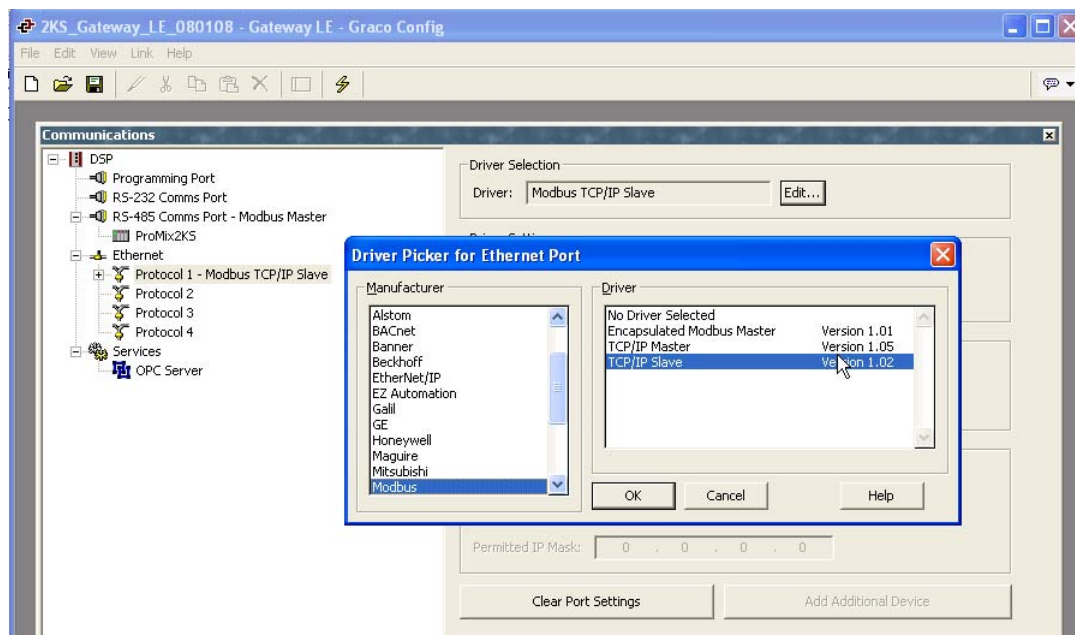

ABB. 20: Protokoll auswählen
2. Siehe ABB. 20. „Protocol 1“ (Protokoll 1) markieren. Auf die Schaltfläche „Edit“ (Bearbeiten) auf der rechten Fensterseite klicken, um das Fenster „Driver Picker“ (Treiberwahl) zu öffnen. Aus den vorgegebenen Listen